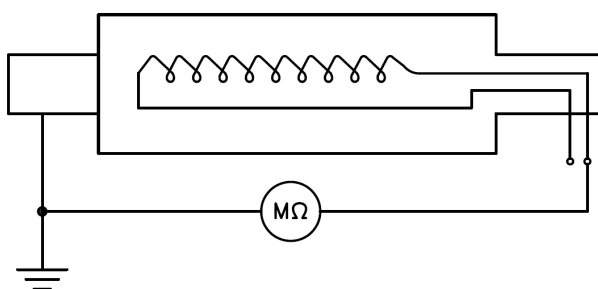

Figura 2
- **Enrollamientos de bobinado:** mida la resistencia de aislamiento entre un terminal del enrollamiento del rotor principal en el puente enderezador y la masa del rotor (árbol). (véase **figura 2**)